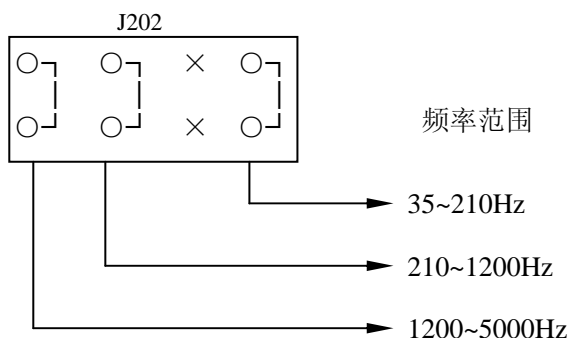

图 8
(3) 根据计算出的 $f_{\max}$ 选择某一分档，如图8，将跳插插在该档位置。